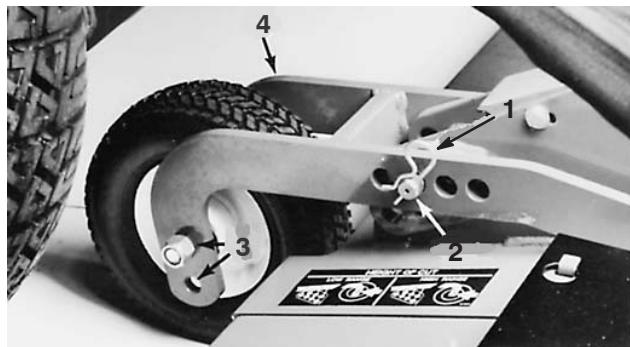

Bild 13
- Entfernen Sie am vorderen Mähwerk den Splint und den Lastösenbolzen von den hinteren Laufradgelenkarmen (Bild 13). Fluchten Sie die Gelenkarmlöcher mit den ausgewählten Löchern im der Schnitthöhenhalterung in den Mähwerkrahmen aus, setzen Sie die Lastösenbolzen und die Splints ein (Bild 13).